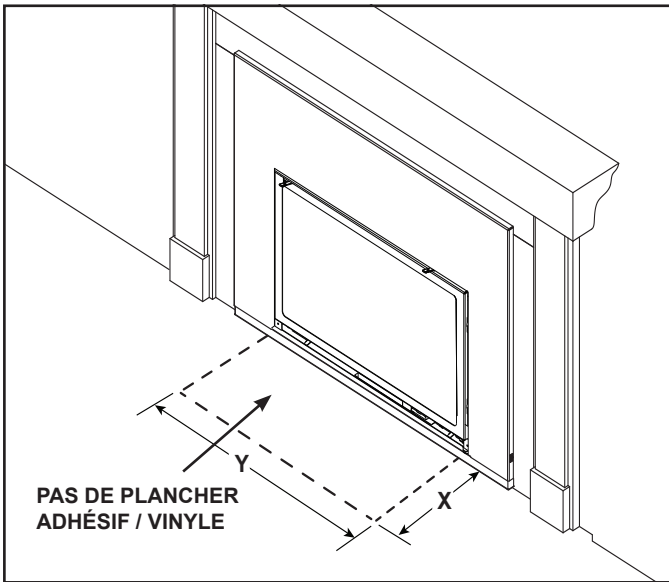

Figure 8.6 Âtre - Exception sur les matériaux inflammables
- Le plancher inflammable peut être situé devant l'appareil. Exception - pas de plancher adhésif / vinyle. Voir la figure 8.6.